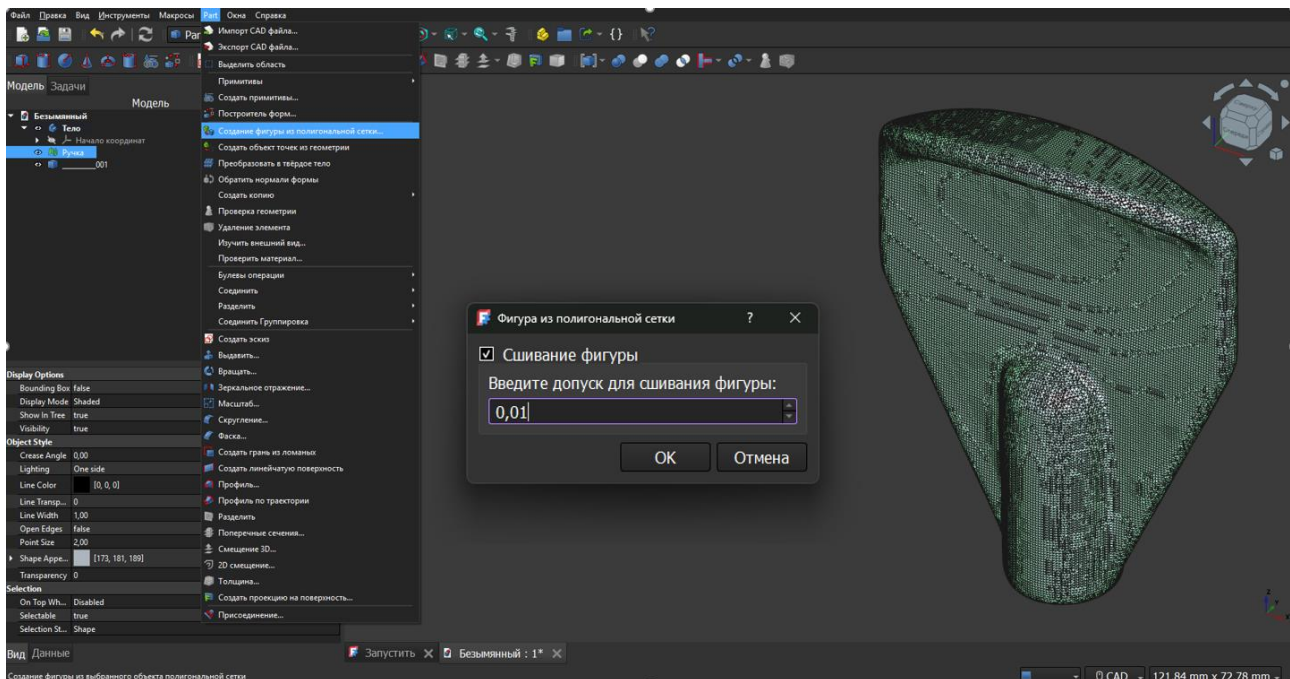

Рис. 20. Преобразование *.stl в полигональную модель
6. удалите исходную сетку из дерева проекта (правой кнопкой мыши → *Delete*) (Рис. 20).